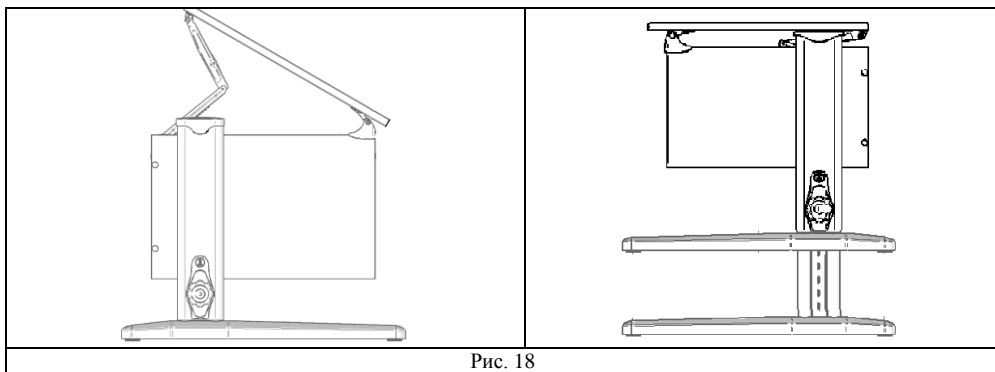

Рис. 18
6.2. Для удобства эксплуатации потребителями различных возрастных групп стол имеет возможность ступенчатой регулировки столешницы по высоте и углу наклона см. рис. 18.